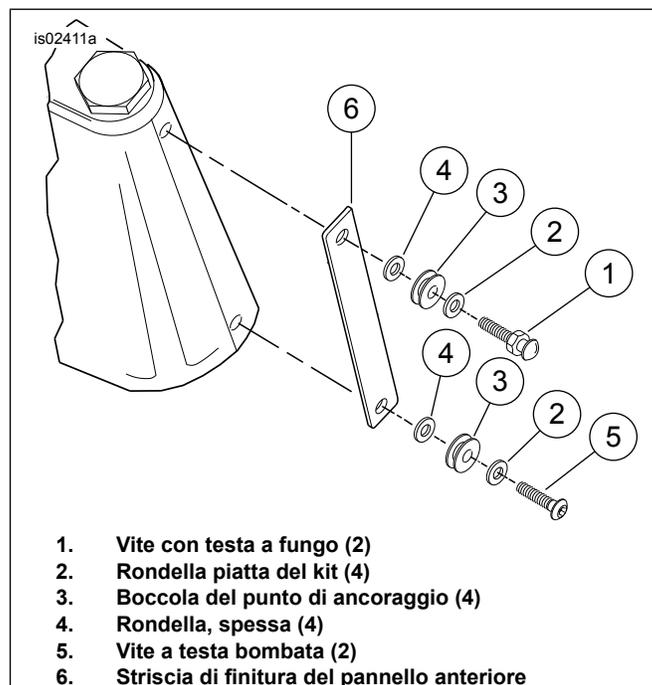

Figura 1. Installazione della striscia di finitura del pannello anteriore e dell'ancoraggio per il parabrezza
2. Vedere Figura 1. Rimuovere ed eliminare viti e rondelle che fissano la striscia di finitura (6) ai pannelli, anteriore e posteriore.
4. Installare una rondella piatta (2), una boccola (3) ed una rondella spessa (4) sulla vite con testa a fungo (1), quindi installare la vite nel foro superiore della striscia di finitura (6) e nei pannelli di finitura, anteriore e posteriore. Non serrare la vite.